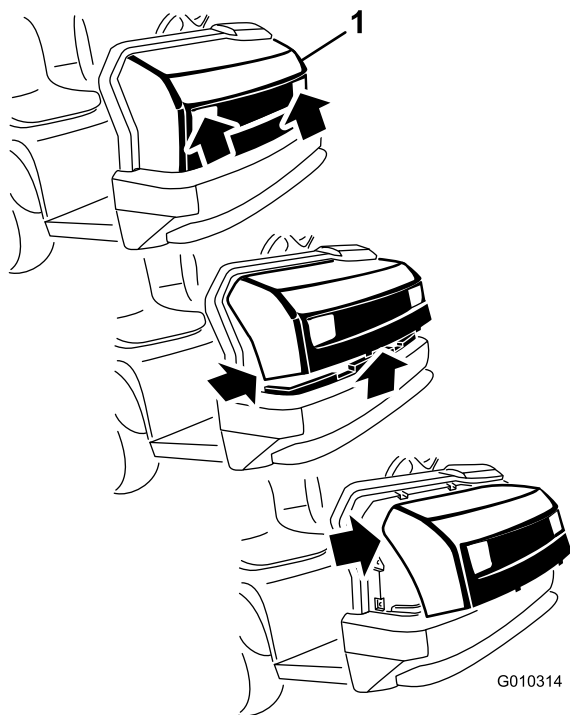

Рисунок 45
1. Взявшись за капот в области проемов фар, поднимите его вверх, чтобы высвободить нижние монтажные лапки из пазов рамы (Рисунок 45).
2. Потяните низ капота на себя и вверх, чтобы высвободить верхние монтажные лапки из пазов рамы (Рисунок 45).
3. Потяните верх капота на себя и отсоедините кабельные разъемы от фар (Рисунок 45).
2. Вставьте верхние монтажные лапки в пазы рамы (Рисунок 45).
3. Вставьте нижние монтажные лапки в пазы рамы (Рисунок 45).